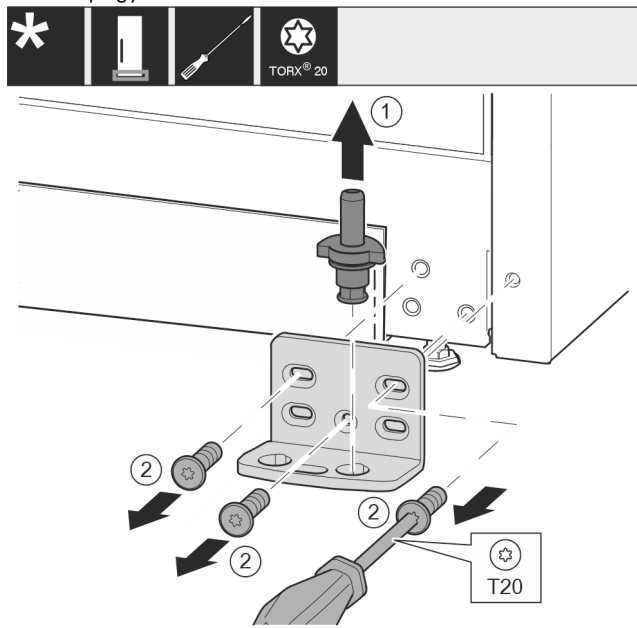

Fig. 18 *
- ▶ Húzza ki teljesen a csapszeget Fig. 18 (1) felfelé.*
- ▶ Tekerje ki a csavarokat Fig. 18 (2) csavarhúzóval, és vegye le a csapágybakot.*